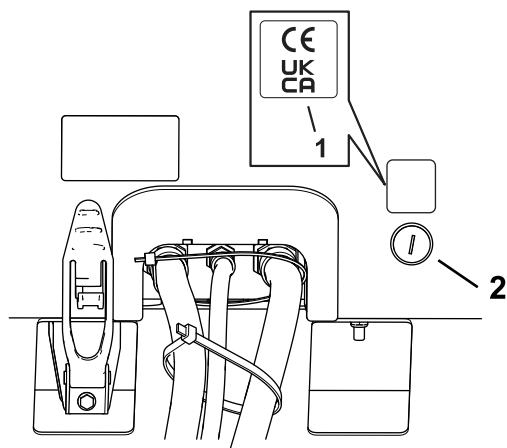

Figura 6
1. Utilice alcohol y un trapo limpio para limpiar la zona del capó alrededor del cierre del capó, y deje que el capó se seque (Figura 6).